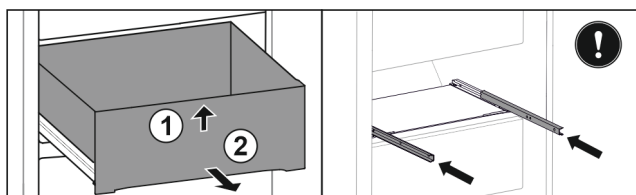

Fig. 45
- ▶ Nadzvedněte zásuvku vpředu. Fig. 45 (1)
- ▶ Vyjměte zásuvku dopředu. Fig. 45 (2)